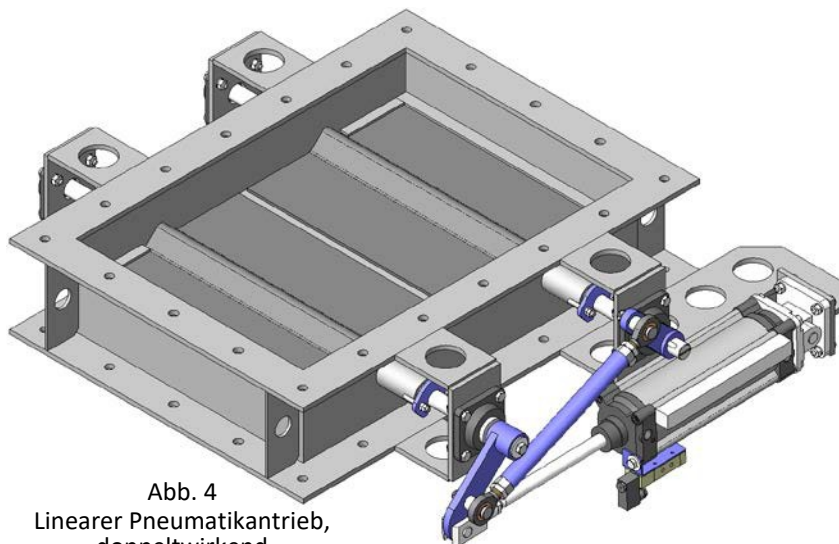

Abb. 4
- Daneben gibt es pneumatische Linearzylinder (Abb. 4). Bei dieser Antriebsart wird ein Pleuel auf der Antriebswelle montiert, um die vom Zylinder erzeugte lineare Bewegung in eine Drehbewegung zu verwandeln und so die Lamellen drehen zu können.